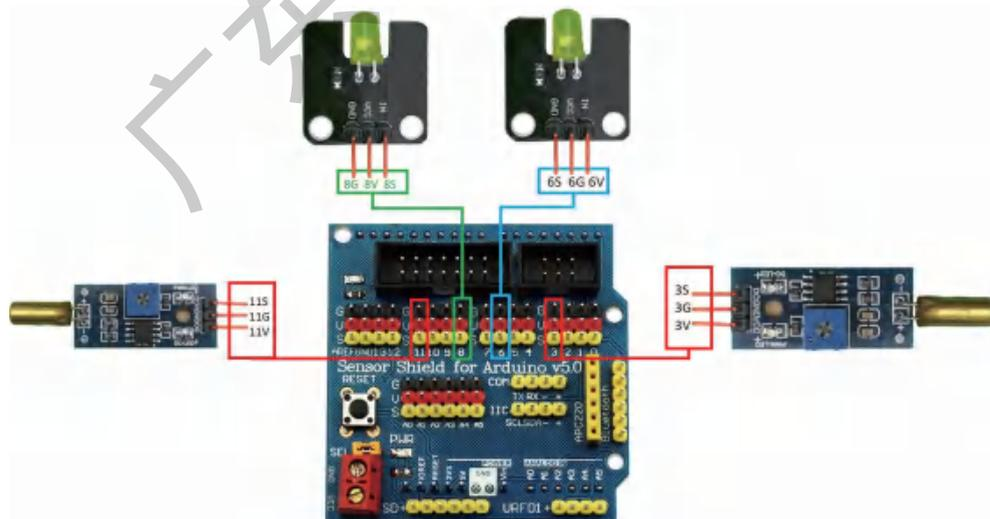

图12-5 自行车头盔转向灯硬件连接图
(1) 取出一个黄色LED灯模块，将GND引脚接入扩展板上8 G，VCC引脚接入8 V，IN引脚接入8 S。取出另一个黄色LED灯模块，将GND引脚接入扩展板上6 G，VCC引脚接入6 V，IN引脚接入6 S。
(2) 取出一个倾斜传感器，将GND引脚接入扩展板上11 G，VCC引脚接入11 V，DO引脚接入11 S。取出另一个倾斜传感器，将GND引脚接入扩展板上3 G，VCC引脚接入3 V，DO引脚接入3 S，如图12-5所示。